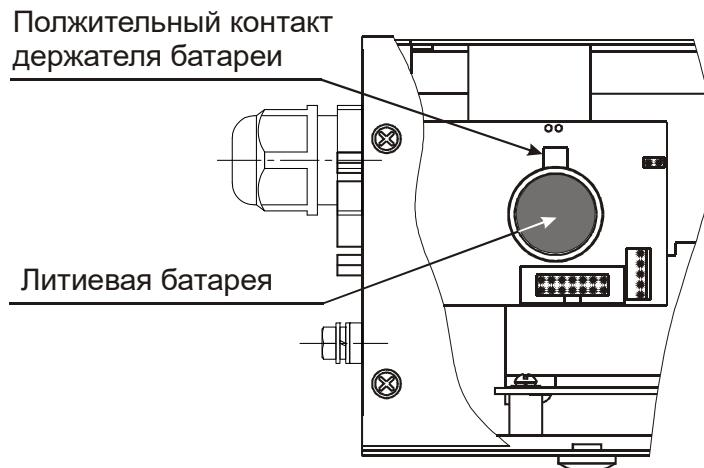

Рисунок 7 – Расположение литиевой батареи
- нажав на положительный контакт держателя, вынуть литиевую батарею и заменить ее аналогичной, строго соблюдая полярность при установке (рисунок 7);